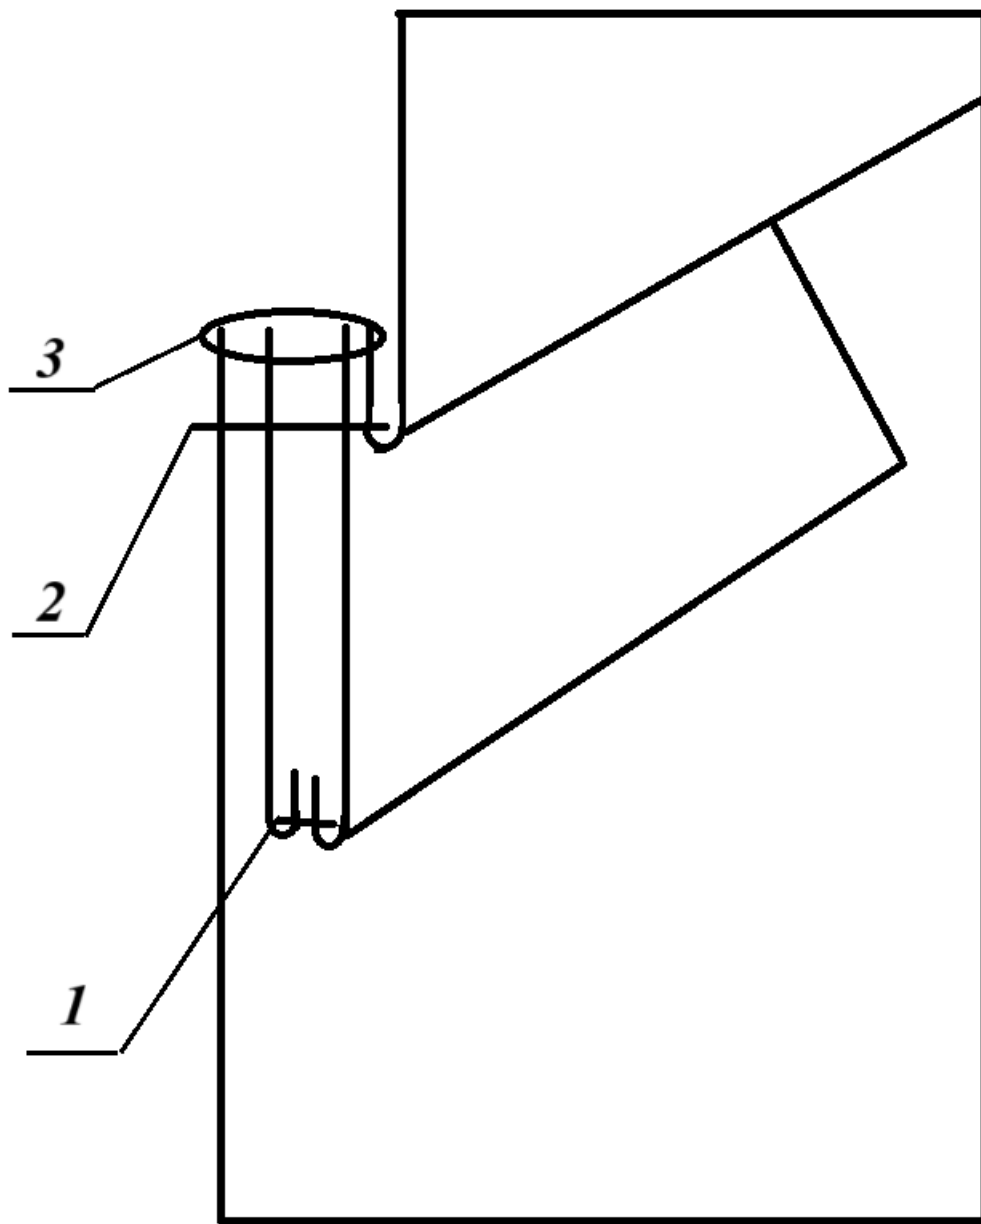

Рисунок 2 – Схема обработки клапана в шве притачивания кокетки
2) *При пошиве можете воспользоваться рекомендованной технологической последовательностью изготовления, приведенной ниже (стр. 10), а также схемой обработки (стр. 11, рис. 2), или применить свой метод изготовления, не ухудшающий качество и полностью соответствующий заданному внешнему виду фрагмента модели юбки.*